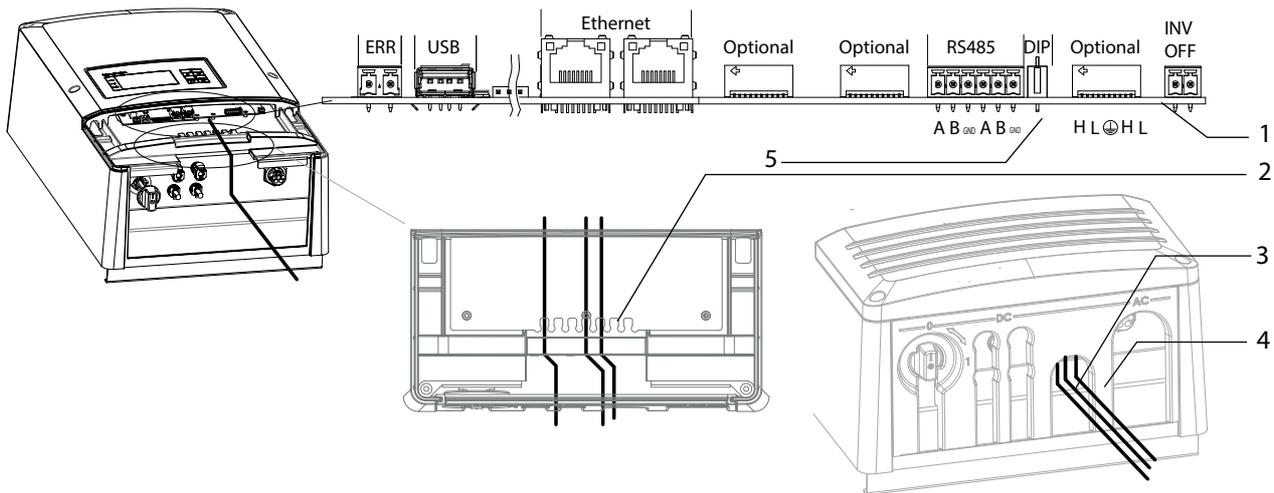

Bild 26: Anschlussbereich: Anschluss und Belegung der Schnittstellen
Alle Schnittstellen befinden sich auf der Anschlussplatine unter dem Deckel für den Anschlussbereich. Verwenden Sie zum anschließen die vorgesehenen Stecker und Steckverbindungen (siehe Bild 26 auf Seite 24).
3. Anschlusskabel an die vorgesehenen Anschlussklemmen anschließen (siehe Bild 26 auf Seite 24).
6. Abschlusswiderstand am Endgerät aktivieren. (Siehe Bild 26 auf Seite 24)
1. Leitung über die Nase der Kabelabfangschiene legen (siehe Bild 26 auf Seite 24).
3. Anschlusskabel an einer der vorgesehenen Ethernet-Schnittstelle anschließen (siehe Bild 26 auf Seite 24).
1. Leitung über die Nase der Kabelabfangschiene legen (siehe Bild 26 auf Seite 24)
1. Schieber einstecken (siehe Bild 26 auf Seite 24).